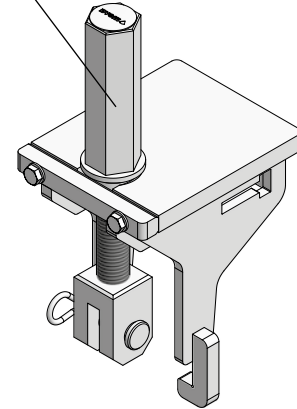

Abb. 37.2
Die Ein- und Ausschalhilfe (Abb. 37.2) ermöglicht zusätzlich das Zurückschrauben der Ausschalecke in die Ausgangsposition. Die Bedienung kann mit elektrischem Schrauber, Ratschenschlüssel oder Schraubenschlüssel erfolgen. Es sind Werkzeuge mit der Schlüsselweite (SW) 36 zu verwenden.